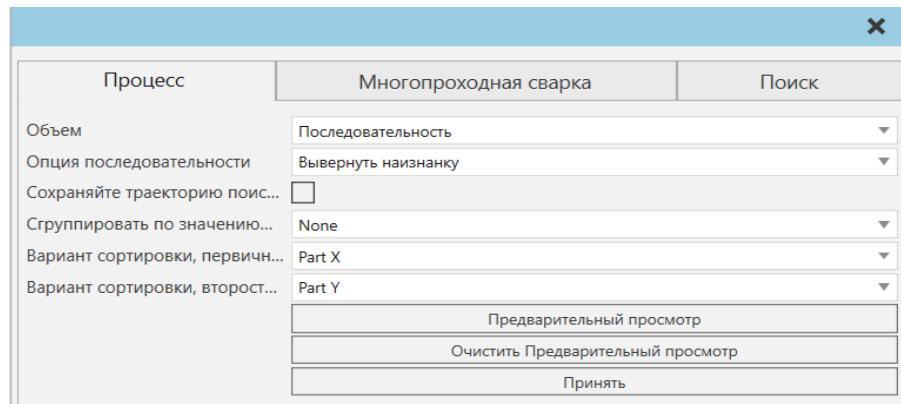

Рисунок 92 – Последовательность: процесс
1.1. Последовательность: процесс (рис.92).